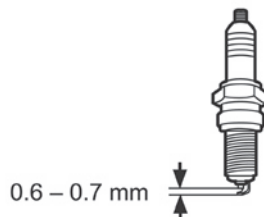

Fig. 78
- > Verifique a folga da vela de ignição. Deve encontrar-se entre os 0,6 e os 0,7 mm (Fig. 78).